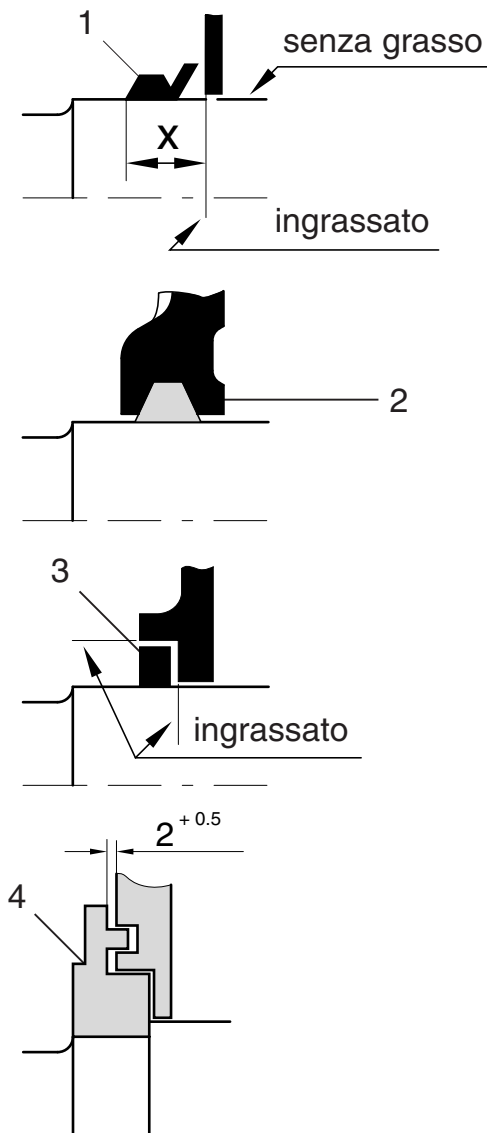

Fig. 11: 1 Anello a V
5.4 Guarnizioni dei cuscinetti (fig. 11))